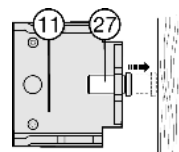

Fig. 14
- ▶ Positionner la vis de réglage Fig. 14 (27) dans le support central Fig. 14 (11) contre le côté latéral du meuble.